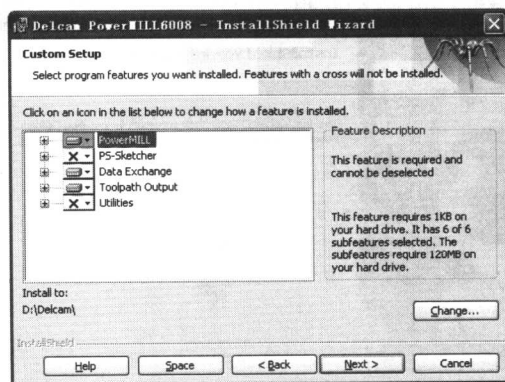

图1-7 典型安装界面
- 在界面中选择 “Custom” 选项，单击 **Next >** 按钮，进入如图 1-7 所示的典型安装界面。